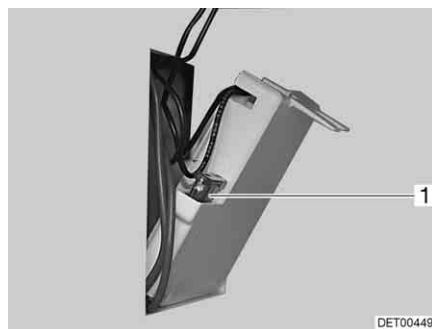

Fig. 124 Fusible des toilettes Thetford
- Changer le fusible (Fig. 124,1).